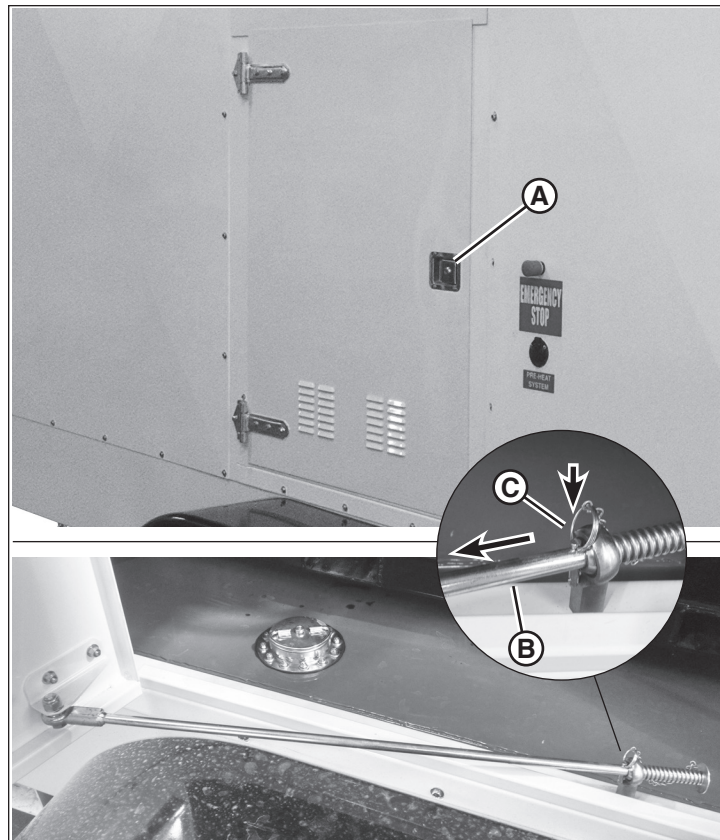

Figura 13
- Tire del seguro (**A**, Figura 13) para abrir la puerta de acceso al compartimento. (Se muestra la puerta de acceso al compartimento de control).